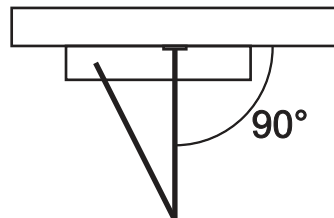

Рисунок 4
3. Закрепите регулирующую часть рычага шурупами (или винтами) из комплекта. Выберите длину регулируемого рычага таким образом, чтобы после соединения, регулируемая часть была перпендикулярна дверной коробке (рисунок 4).